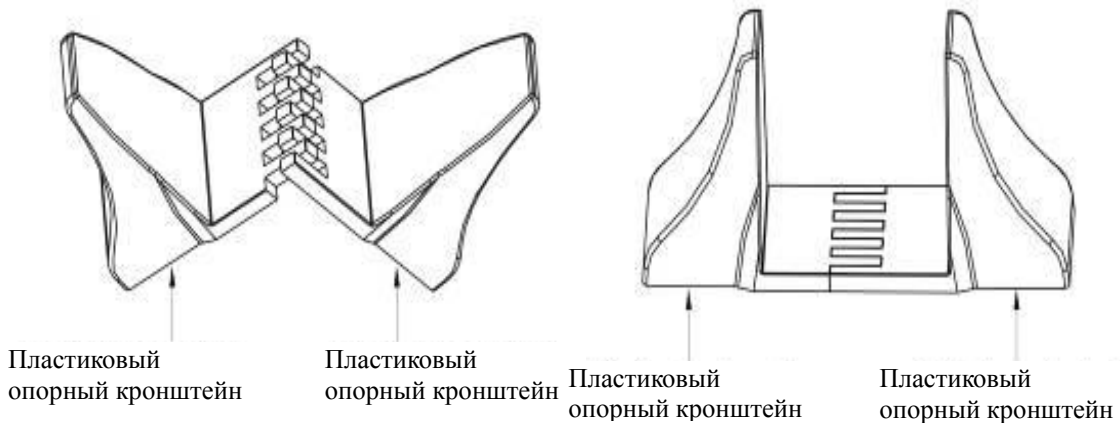

Рисунок 11 Установка пластиковой основы
③Если бат. модуль необходимо разместить посередине, то сборка пластиковой основы аналогична (Рисунок 11). Разница заключается в том, что в середине добавляются две пластиковые удлиненные панели 1U (как показано ниже)